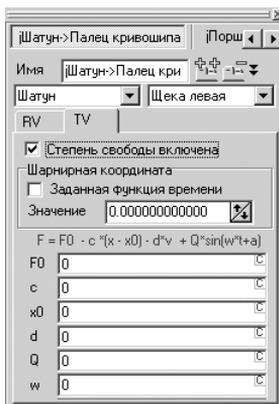

Рис. 2.55. Окно **Инспектор** после выделения в раскрытом списке **Шарниры** пункта **jШатун->Палец кривошипа**
- щелкните в **Дереве элементов** по пункту **Шарниры**, если он не раскрыт, а затем в раскрытом списке по пункту **jШатун->Палец кривошипа**. Появится соответствующее окно **Инспектор**, как на рис. 2.55;